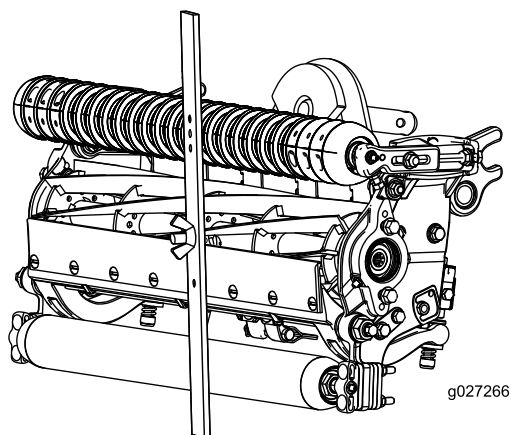

Figura 17
3. Enganche la cabeza del perno sobre el filo de la contracuchilla y apoye el extremo trasero de la barra sobre el rodillo trasero (Figura 17).
4. Gire el perno de ajuste hasta que el rodillo delantero entre en contacto con la barra de ajuste (Figura 17). Ajuste ambos extremos del